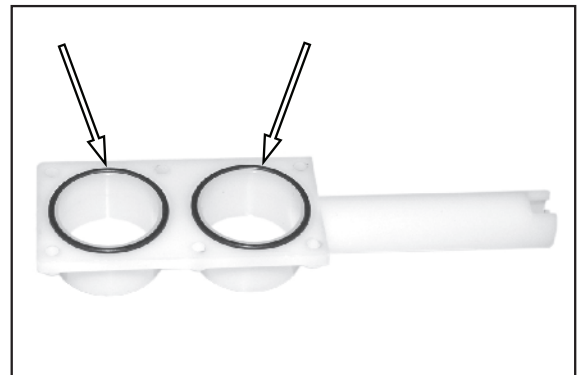

Figura 65.
3. Vedere la Figura 65. Se necessario, sostituire i due o-ring.